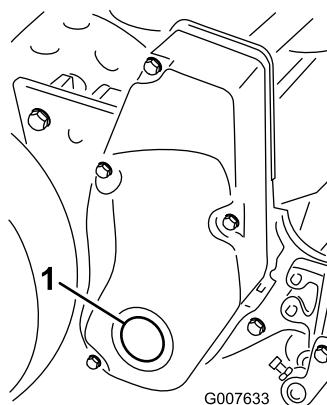

図 50
1. 右リール・ドライブ・カバーのフタ（図 50）を取りる。